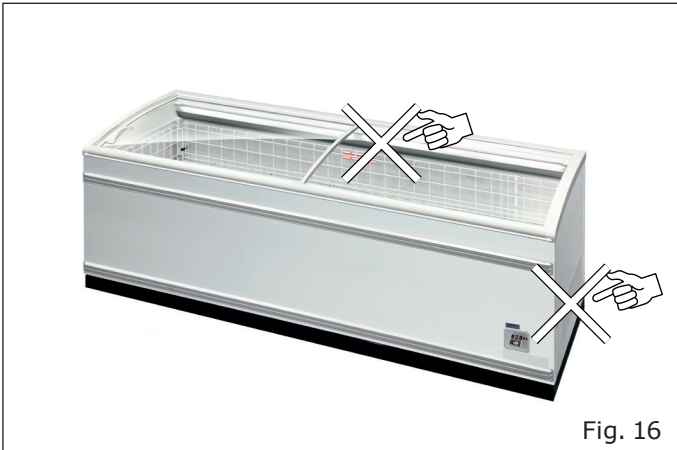

Fig. 16
- A mercadoria não obstrua o correto fluxo do ar refrigerado ("Fig. 16").